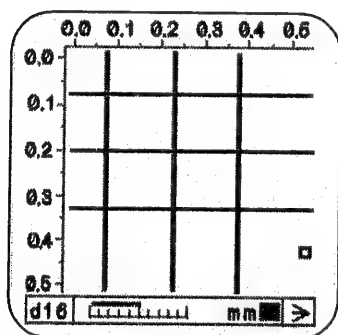

図46
- 鉄筋の上を通過すると、鉄筋の位置がバー(細線)で表示されます。(図46参照)